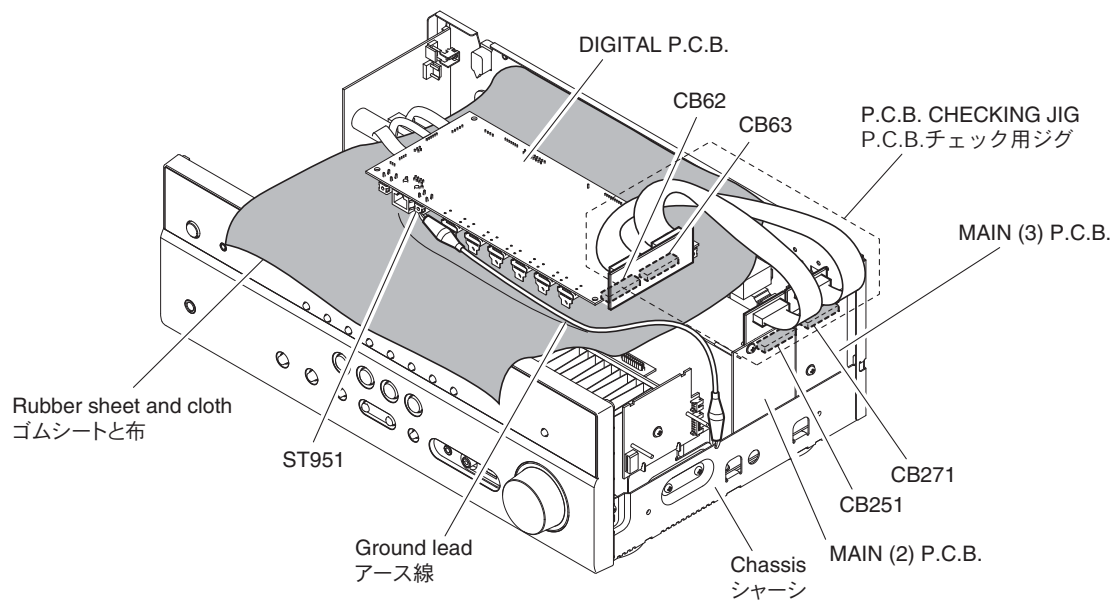

Fig. 5
- Put the rubber sheet and cloth over this unit, and place the DIGITAL P.C.B. on them. (Fig. 5)
- Connect ST951 on DIGITAL P.C.B. to the chassis with a ground lead. (Fig. 5)
- 本機の上にゴムシートと布を敷き、その上に DIGITAL P.C.B. を置きます。(Fig. 5)
- DIGITAL P.C.B. の ST951 のアースをリード線でシャーシに接続してください。(Fig. 5)